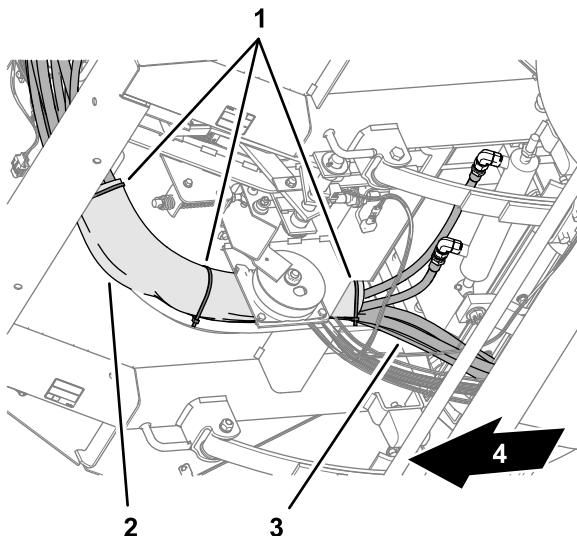

Figura 137
- Monte a cobertura dos tubos inferiores por cima dos tubos da direção (Figura 137).
3. Prenda a cobertura aos tubos utilizando 3 braçadeira de cabo (Figura 137).